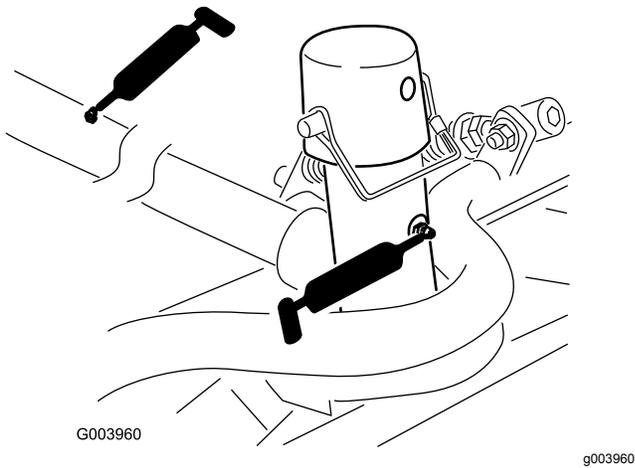

図 77
- キャリアフレームとピボット各カッティングユニットで2ヶ所 図 77